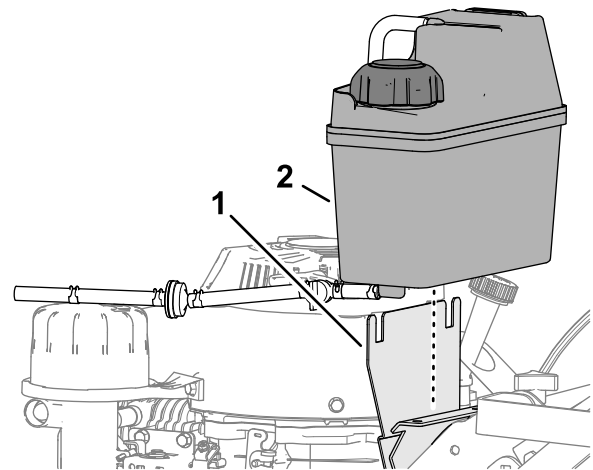

Figura 39
1. Alinee las pestañas del depósito de combustible con la placa del soporte de montaje del depósito (Figura 39).